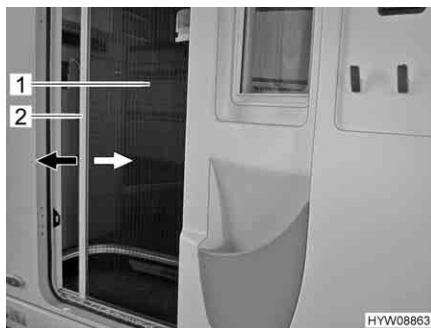

Fig. 55 Protezione contro gli insetti (porta di ingresso)
- Afferrare la barra di presa (Fig. 55,2) con entrambe le mani ed estrarre con movimento uniforme la protezione contro gli insetti (Fig. 55,1) dall'alloggiamento della porta.
- Afferrare la barra di presa (Fig. 55,2) con entrambe le mani e spingere la protezione contro gli insetti (Fig. 55,1) nell'alloggiamento della porta esercitando una leggera pressione.